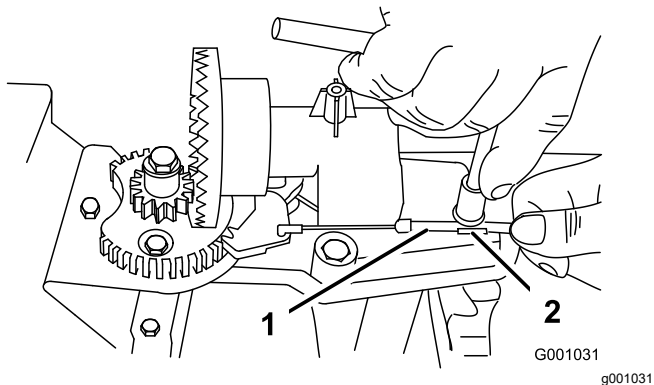
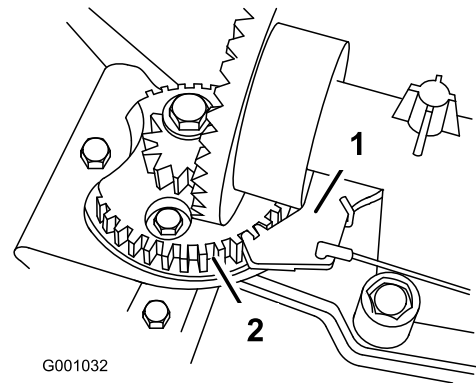

Bild 40
Bild 41
2. Lösen Sie die Schraube an der Kabelklemme (Bild 40).
3. Fassen Sie den Kabelstrang an und schieben Sie ihn zur Vorderseite der Maschine, bis der Auswurfkanalriegel ganz in die Zahnräder greift (Bild 40 und Bild 41).
**Hinweis:** Der Riegel ist gefedert und ist so konstruiert, dass er in die Zahnräder greift (Bild 41).